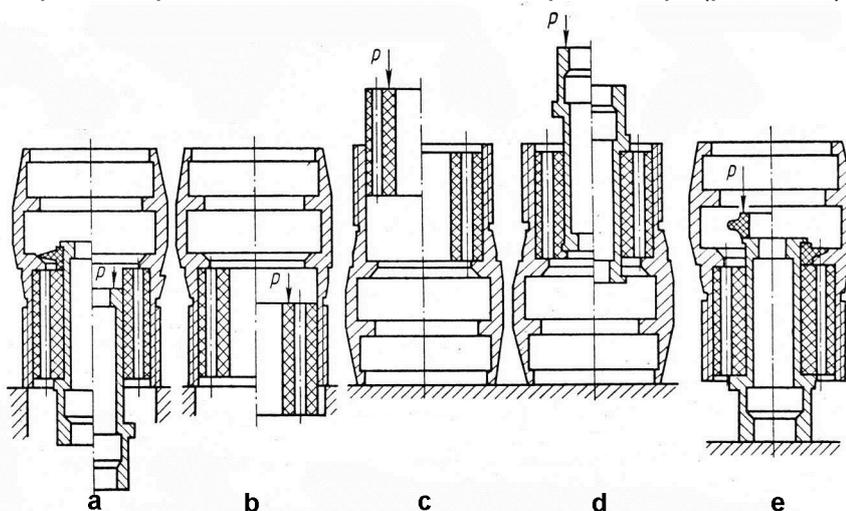

Рис.11 Схема выпрессовки – запрессовки деталей золотника
- установить гайку под пресс (усилие прессы не более 10кН) и выпрессовать сначала втулку (рис.11 а) из амортизатора и клапана, а затем амортизатор (рис.11 б) из гайки;
- зачистить и обезжирить сопрягаемые поверхности гайки, втулки, нового амортизатора и клапана, нанести на их поверхности слой клея №88-Н, а затем через 8-10 мин. выдержки нанести второй слой клея и спустя 3 мин. произвести запрессовку сначала амортизатора (рис.11 с), затем втулки в амортизатор (рис.11 d) и клапана на втулку (рис.11 е);
- нанести на их поверхности слой клея №88-Н, а затем через 8-10мин. выдержки нанести второй слой клея и спустя 3 мин. произвести запрессовку клапана на втулку (рис.11 е);